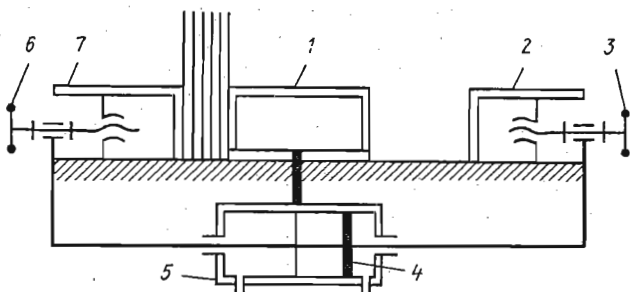

Рис. 28. Схема обжимного прессы БМП-3:
**Пресс БМП-3** (рис. 28) — простейшее оборудование для обжима корешка блоков. Производительность прессы регулируется в пределах 32—42 прессований в минуту. Пресс имеет две неподвижные колодки и третью (среднюю) подвижную. Блоки для обжима загружают корешками вниз между подвижной и неподвижной колодками. При движении подвижной колодки блоки пресуются по корешку.